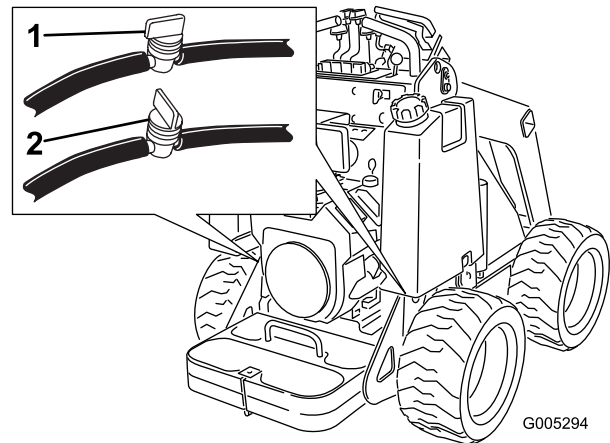

Figure 26
2. Fermez le robinet d'arrivée de carburant au bas de chaque réservoir de carburant (Figure 26).
3. Fermez le robinet d'arrivée de carburant dans le flexible situé au bas des réservoirs de carburant (Figure 26).
8. Ouvrez les robinets d'arrivée de carburant dans les flexibles situés au bas des réservoirs de carburant, comme illustré à la Figure 26.